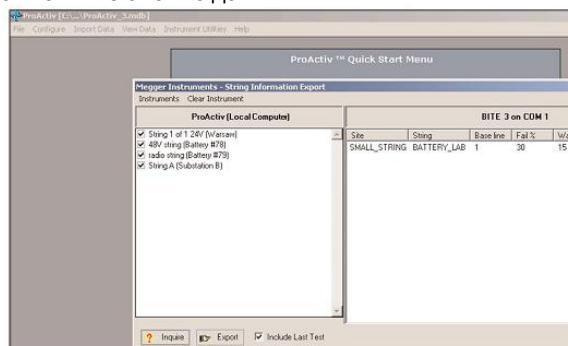

Рис.3 Экран загрузки данных из программы в прибор BITE3.
- Программа ProActiv может загружать информацию по каждой ячейке вкл. название, пределы прямо в прибор и сравнивать вместе с недавно полученными при измерении результатами (даже если они были произведены другим прибором BITE3). См рис.3. После этого используя меню, просто при помощи навигации по меню, выберите цепочку и загрузите ее. После окончания закройте тест и продолжите со следующей цепочкой. В заключении, загрузите всю информацию в компьютер